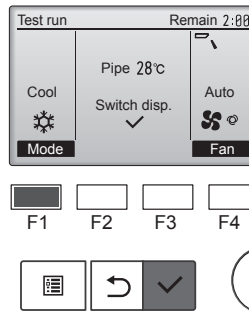

Fig. 8-3
- ① Çalıştırma modunu değiştirmek için [F1] düğmesine basın. (Fig. 8-3)